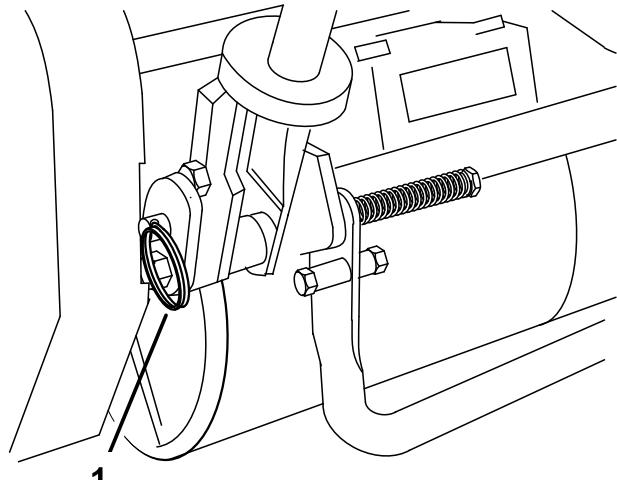

Figura 6
1. Togliete le coppiglie dai perni ad anello, su ciascun lato del tosaerba (Figura 6).